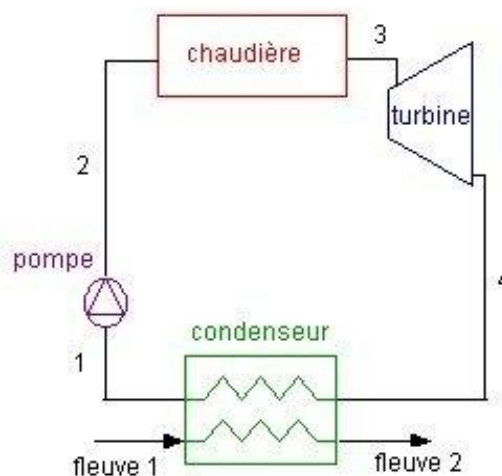

Figure 1. Schéma d'une centrale à vapeur
- Cas des centrales thermiques qui comportent une pompe à eau et une turbine à vapeur (Figure 1).